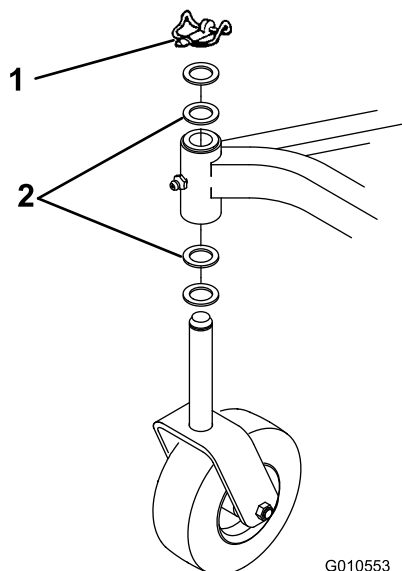

Figura 26
- A. As unidades de corte habitualmente operadas a uma altura de corte de 25 a 51 mm devem ter o lado inferior da unidade de corte elevado. Retire o pino de sujeição que prende a roda giratória na extremidade inferior (Figura 26) e retire o conjunto da roda giratória.
- C. Se a unidade de corte for operada na altura de corte de 51 mm a 102 mm, desça o lado superior da unidade de corte. Retire o pino de sujeição da roda giratória na extremidade superior da unidade e retire o conjunto da roda giratória (Figura 26).